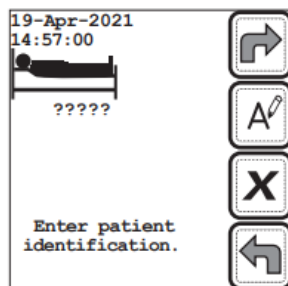

Рисунок 47: Ввод ID пациента
5. После появления начального экрана, нажмите клавишу Тестирование пациента . Если требуется ID пациента, отобразится запрос о **вводе ID пациента** (рисунок 47 (стр. 43)). Если нет, то прибор предложит вставить тест-устройство (Рисунок 49 (стр. 44)).